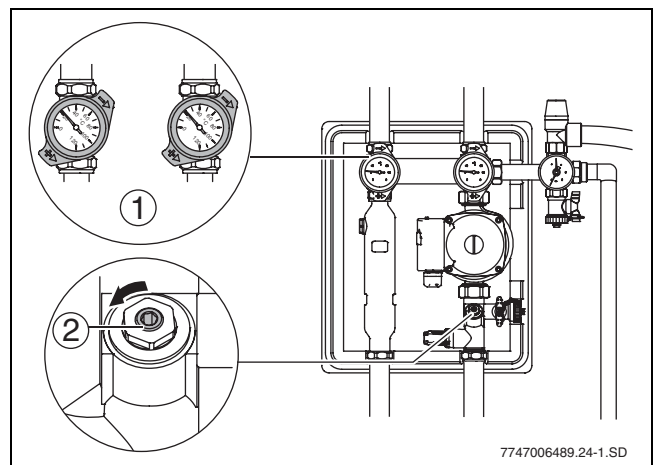

Bild 26 Öppnade avstängningsanordningar
- ▶ Ställ kulventilerna (→ bild 26, (1)) på termometrarna på 45° och öppna flödesbegränsaren (→ bild 26, (2)) samt övriga avstängningsanordningar.